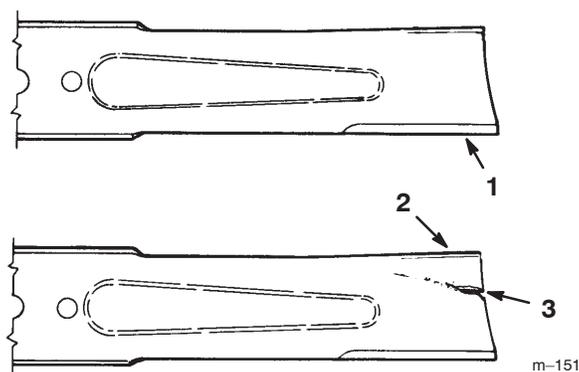

Figure 23
1. Inspectez les tranchants des lames (Fig. 23).
2. Inspectez les lames, surtout la partie incurvée (Fig. 23).
**Remarque :** Remplacez immédiatement toute lame endommagée, usée ou qui présente une entaille (repère 3 de la Fig. 23).